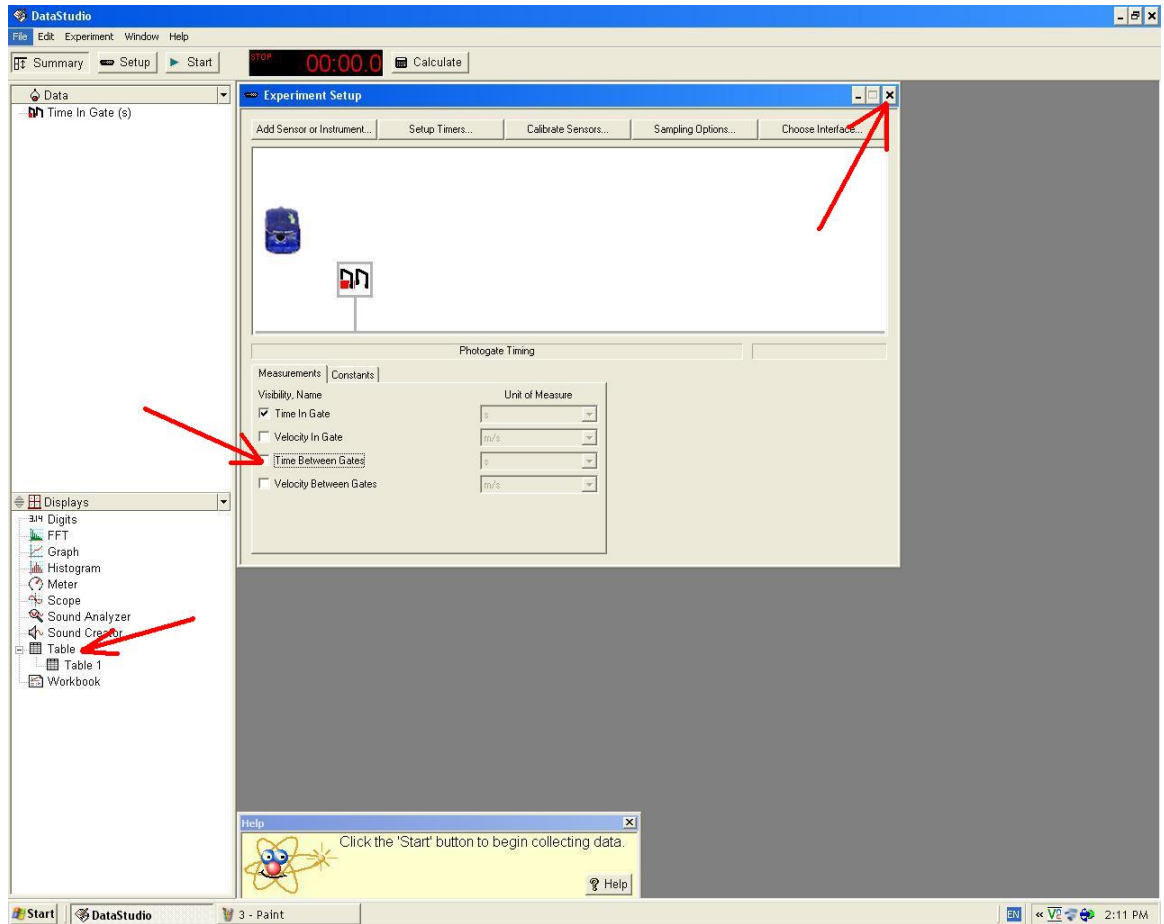

Figure 8. Cliquez sur *Setup*, indiqué par la flèche.
7. Quand votre écran est tel qu'illustré à la Figure 8, cliquez sur *Time Between Gates* pour qu'il ne soit pas coché (flèche du centre). Fermez ensuite cette boîte de dialogue (flèche du haut), puis cliquez sur *Table* (flèche du bas).